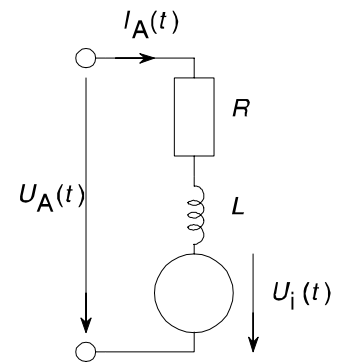

Abb. 1: elektrisches Ersatzschaltbild für den Anker eines Elektromotors
Bei einem Gleichstrommotor befindet sich ein drehbarer Anker zwischen den Polen eines Permanentmagneten. Der Anker kann durch ein Ersatzschaltbild nach Abb. 1 beschrieben werden. Die angelegte Spannung U_A liegt an einer Reihenschaltung bestehend aus dem Ohmschen Widerstand R und der Induktivität L des Ankers, sowie der im Anker induzierten Spannung U_i . Unter der Annahme eines weitgehend homogenen Erregerfeldes des Permanentmagneten ist diese Spannung proportional der Winkelgeschwindigkeit $\omega(t)$ des Ankers:
Im stationären Zustand kann die Spannungsquelle U_i im Ersatzschaltbild (Abb. 1) also durch einen Widerstand $R_r = \Phi_E^2/r$ ersetzt werden. Dieser Widerstand wird mit zunehmender Reibung kleiner. Entsprechend steigt I_0 an. Für ω_0 erhält man dann mit (9):